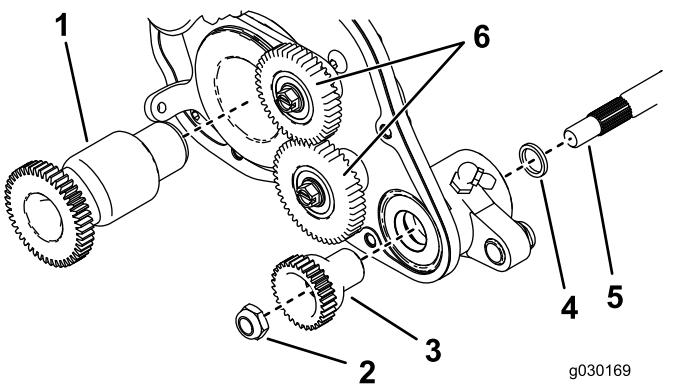

Рисунок 10
4. Нанесите консистентную смазку на уплотнение в опоре подшипника узла привода и на шлицевой конец вала механической щетки (Рисунок 10).
6. Вставьте шлицевой конец вала механической щетки в опору подшипника узла привода (Рисунок 10).
14. Установите и закрепите промежуточные шестерни (Рисунок 10), затяните колпачковые винты с моментом 13,5 Н·м.
13. Прикрепите ведущую шестерню механической щетки к валу барабана с правой стороны барабана (Рисунок 10) и затяните с моментом 170 Н·м.